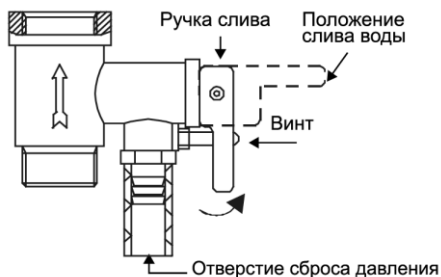

Рисунок 5
4. На входной патрубок, обозначенный голубым цветом и стрелкой направления течения воды, накрутите предохранительный клапан так, чтобы течение воды совпадало с направлением стрелки на корпусе клапана. На отверстие сброса давления предохранительного клапана (см. рисунок 5) оденьте дренажную трубку* для отвода воды (возможно появление при нагревании) в канализацию (трубку необходимо направить строго вниз и запрещено перегибать её).
- открутить винт обратного предохранительного клапана и перевести ручку в горизонтальное положение, из отверстия предохранительного клапана должна потечь вода (см. рисунок 5).